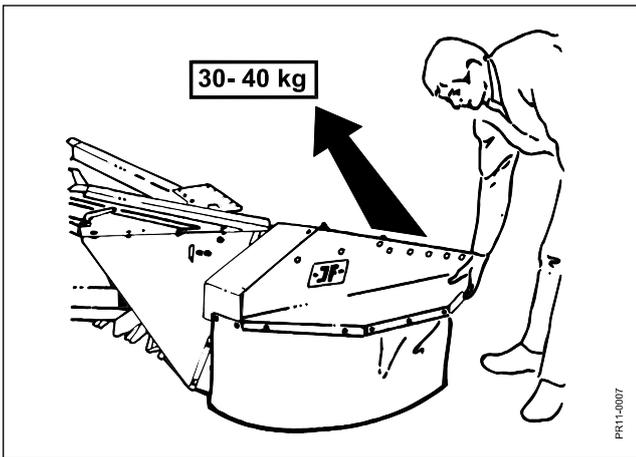

Fig. 3-8
- Fig. 3-8 Vérifier la suspension de la machine avant le travail. Il est facile de mesurer le poids en levant le lamier côté droit, et éventuellement contrôler au moyen d'un peson à ressort. Le déchargement doit être réglé de telle manière qu'il est possible de lever la machine par une force de 30-40 kg.